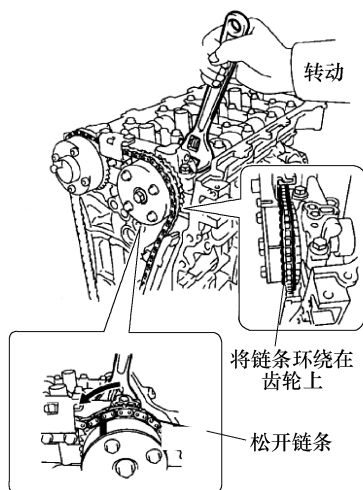

图 1-69 拆下正时链条
② 链条松开时, 将链条从凸轮轴正时齿轮总成上松开, 并将其放置在凸轮轴正时齿轮总成上。
③ 顺时针转动凸轮轴, 使其回到原来位置, 并拆下链条, 见图 1-69。